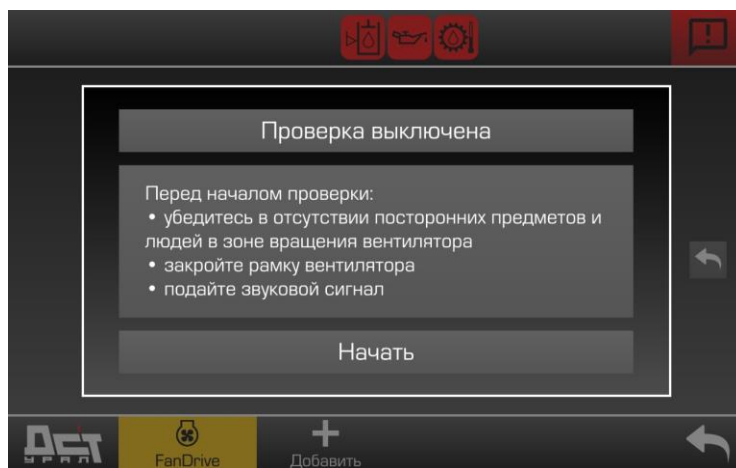

Рисунок 3.111. Предупредительное сообщение
- ▷ Появится предупредительное сообщение, см. рис. 3.111.
- ▶ Внимательно ознакомиться с предупредительным сообщением и подтвердить соблюдение указаний нажав кнопку «Начать», рис. 3.111.